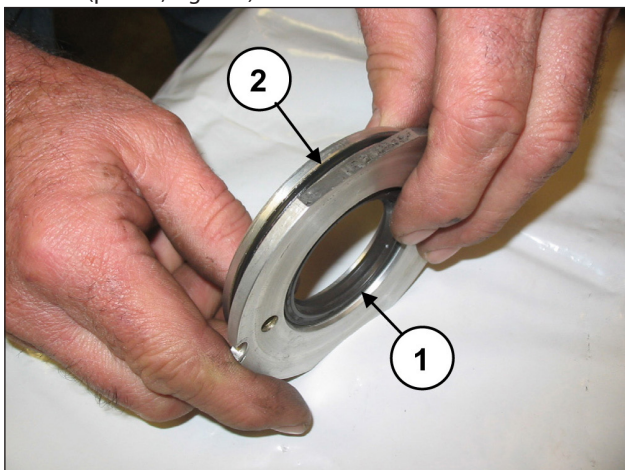

Fig. 120
Substitua a vedação do óleo (pos. ①, Fig. 120) e o anel circular externo (pos. ②, Fig. 120).